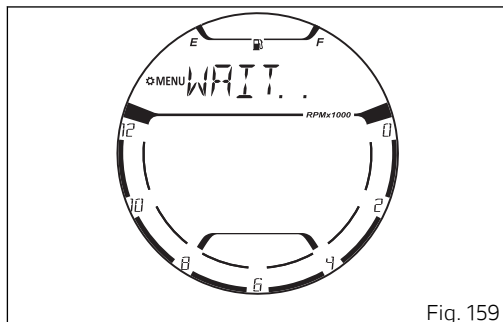

Fig. 159
Presionar el pulsador (4) para realizar la eliminación. El display visualiza la indicación "WAIT.." (Fig. 159) para luego regresar al acceso de la función Bluetooth con el número y la lista de los dispositivos actualizados.